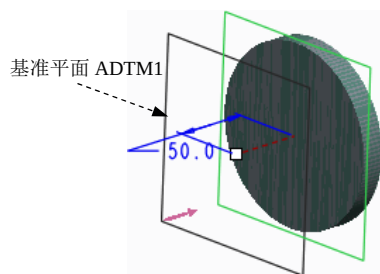

图 7.4.6 创建基准平面 ADTM1
Step5. 在“操作”操控板单击  按钮, 在弹出的菜单中选择  命令, 系统弹出“基准平面”对话框。选取 NC_ASM_TOP 基准面为参考平面, 然后在 **平移** 文本框中输入数值 -50, 单击 **确定** 按钮, 创建图 7.4.6 所示的基准平面 ADTM1。